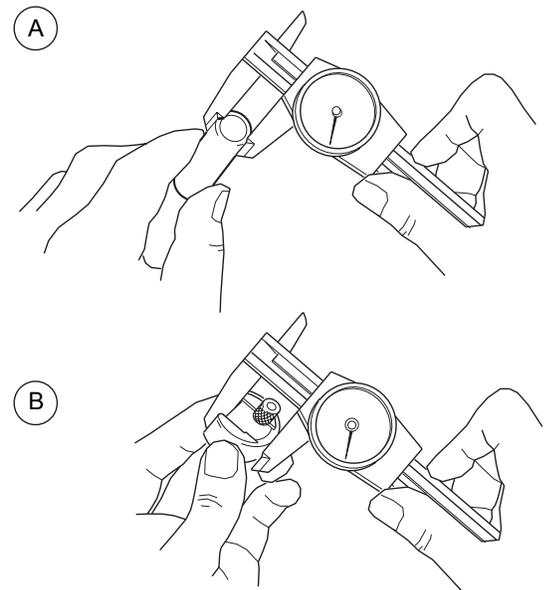

Abbildung 7 Einstellen der Lichtbogenlänge
1. Den Außendurchmesser der zu verschweißenden Werkstücke mit einem Mikrometer messen. Siehe Abbildung 7(A). Die M100 berechnet die Lichtbogenlänge automatisch bei einer „Auto Entry“-Schweißentwicklung. Die Länge basiert auf dem Standard-Außendurchmesser.
3. Die Lichtbogenmesslehre so einstellen, dass sie mit der Einstellung in Tabelle 3 übereinstimmt. Siehe Abbildung 7(B).